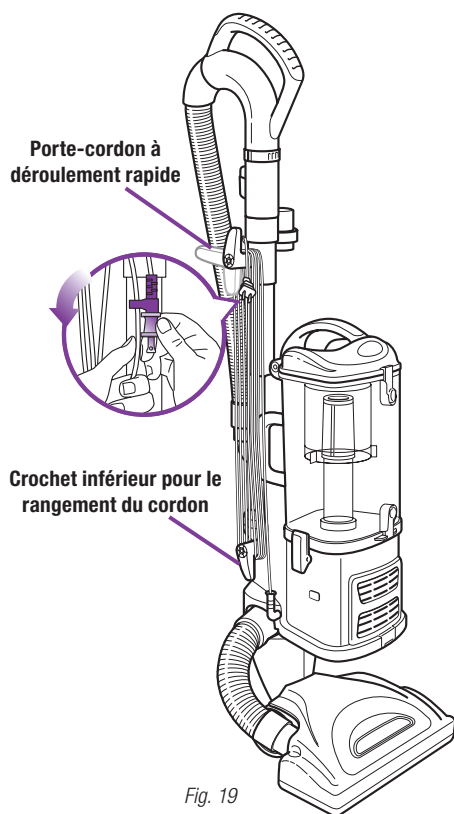

Fig. 19
- 2 Faites tourner le porte-cordon à dégagement rapide supérieur vers le haut et enroulez le cordon lâchement autour des deux crochets. Engagez le crochet de la fiche sur le cordon pour la fixer solidement. (Fig. 19)